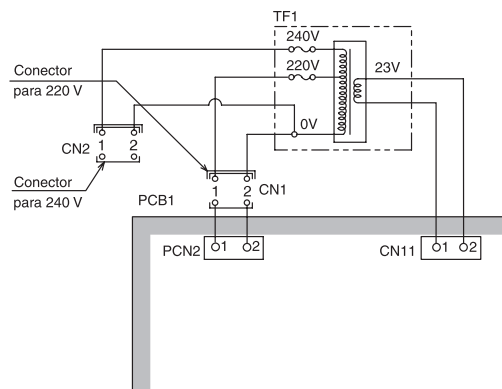

Fig. 7.1 Conector do Transformador da Unidade Externa
- (3) Não passe os fios em frente do parafuso de fixação do painel de serviço, pois dessa forma o parafuso não poderá ser removido.
- (4) Se a tensão de rede for 240V (tensão nominal), mude do conector CN1 para CN2 no transformador da caixa de controle elétrico, como mostra a Fig. 7.1.